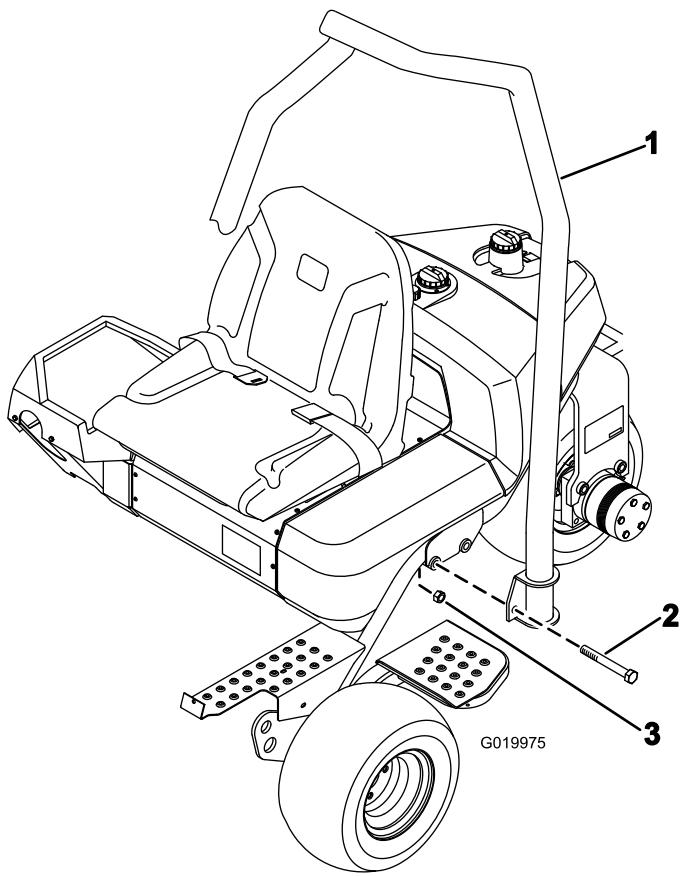

Figure 4
1. Positionnez l'arceau de sécurité de sorte que la partie courbe en haut du tube soit dirigée vers l'avant de la machine (Figure 4).
2. Abaissez l'arceau de sécurité sur le cadre en l'alignant sur les trous de fixation (Figure 4).
3. Fixez chaque côté de l'arceau de sécurité au cadre avec 2 boulons ($\frac{5}{8}$ " x 4 $\frac{1}{2}$ "") et contre-écrous, comme montré à la Figure 4.